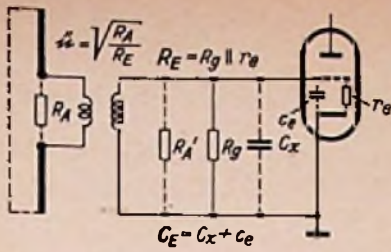

Bild 5. Prinzipschaltung einer UHF-Eingangsstufe mit Antennenanpassung
nungserhöhung durch die Eingangstransformation einer Breitband-UHF-Stufe (Bild 5) charakteristische Kenngrößen ableiten (4). In diesem Fall ist jedoch das Produkt aus Spannungsüberhöhung A (vergleichbar mit der Aufschaukelung A im Normalwellenbereich) und der Wurzel aus der Bandbreite B maßgebend. Die notwendige Anpassung des Antennenwiderstandes R_A an den Eingangswiderstand R_E erfordert ein Transformationsverhältnis u nach Formel (11). Durch die Anpassung wird der wirksame Eingangswiderstand halbiert und die Spannungsüberhöhung ergibt sich nach Formel (12). Die Bandbreite des Eingangskreises läßt sich dann nach Formel (13) errechnen. Für die Breitbandqualität des Eingangskreises läßt sich als charakteristischer Kennwert das Produkt $(A \cdot \sqrt{B})$ nach Formel (14) ableiten. Ebenso ergibt sich eine Grenzfrequenz f_G nach Formel (15). Auch bei der Eingangsübertragung ist ein Optimalbereich mit einer oberen Grenzfrequenz f_0 nach Formel (16) vorhanden, in dem die gewünschte Bandbreite B durch entsprechende Einstellung von R_E ($R_E = r_0 || R_G$) eingehalten werden kann. In dem anschließenden Grenzbereich, in dem bei 200 MHz praktisch ausschließlich gearbeitet wird, erhält man die Spannungsüberhöhung A nach Formel (18) und im Optimalbereich nach Formel (17).